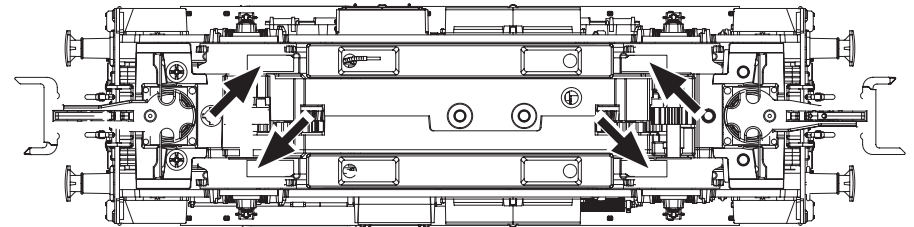

Fig. 4
1. Reinigung der Radstromkontakte: Radstromkontakte können auf unsauberen Schienen leicht verschmutzen. Entfernen Sie **vorsichtig** mit einem kleinen Pinsel **den Schmutz** an den in Fig. 4 gekennzeichneten Stellen.
1. Cleaning of wheel contacts: Wheel contacts easily get dirty on tracks which are not entirely clean. Use a small brush to **remove dirt** from spots marked in fig. 4.
1. Nettoyage des lames de courant aux roues: Les lames de contacts risquent de s'encrasser rapidement sur des voies poussiéreuses. Veuillez **enlever la poussière** aux endroits marqués à la fig. 4 à l'aide d'un petit pinceau souple.